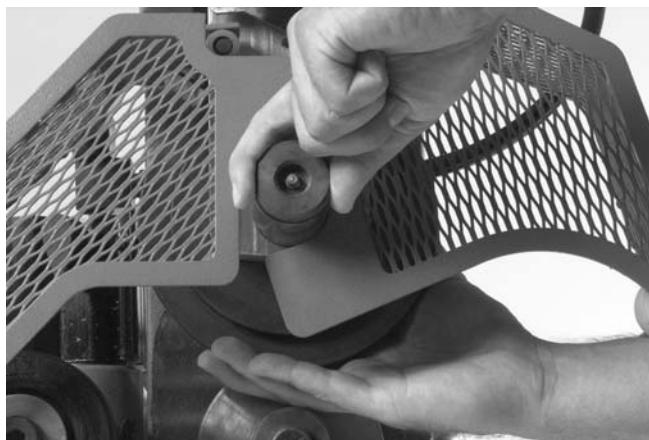

Figure 19 – Retrait de l'axe du galet de rainurage
4. Retirez l'axe du galet supérieur, puis le galet lui-même (*Figure 19*). N'oubliez pas de soutenir le galet supérieur, car celui-ci peut peser jusqu'à 14 livres et pourrait tomber soudainement.